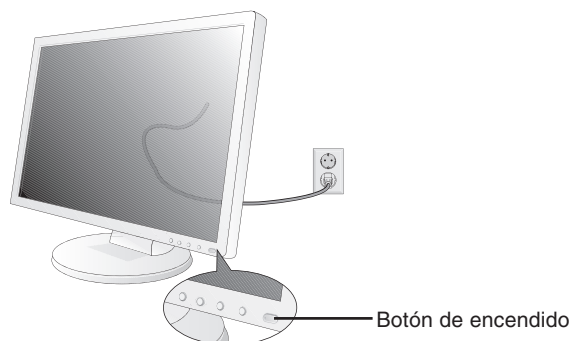

Figura C.1
6. Encienda el monitor y el ordenador con el botón de encendido (**figura C.1**).